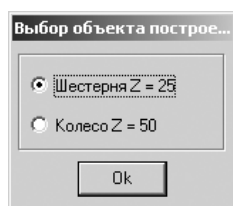

Рис. 3.90. Диалоговое окно **Выбор объекта построения**
- щелкните на панели инструментов окна **Геометрический расчет** по кнопке **Закончить расчеты**. Откроется диалоговое окно **Выбор объекта построения**, см. рис. 3.90;